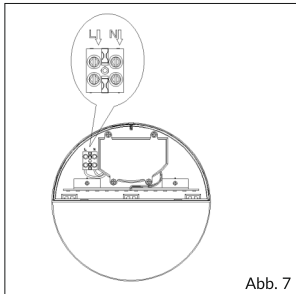

Abb. 7
Schritt 5 Schließen Sie die Drähte entsprechend an mit dem Diagramm - Abb. 7